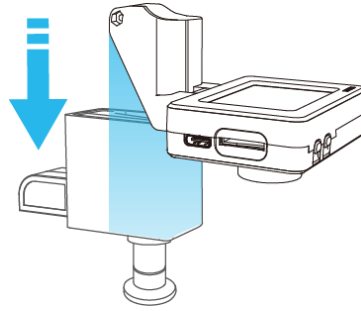

图 3.7 放置 AI 摄像头套件
**步骤 2** 将AI摄像头套件放到Magician Lite的舵机上，如图 3.7所示。